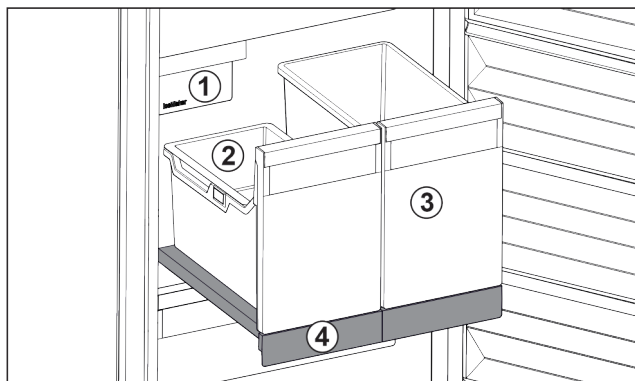

Fig. 168 Compartiment coulissant avec IceTower
- (1) IceMaker
- (2) Balconnet pour glaçons
- (3) Bac pour pizzas, boissons alcoolisées, etc.
- (4) Compartiment coulissant
Le compartiment coulissant comprend deux bacs hauts (IceTower). Le bac Fig. 168 (2) permet de recueillir et de stocker les glaçons de l'IceMaker. Les bacs Fig. 168 (3) sont conçus pour stocker des aliments hauts comme les pizzas et boissons alcoolisées.